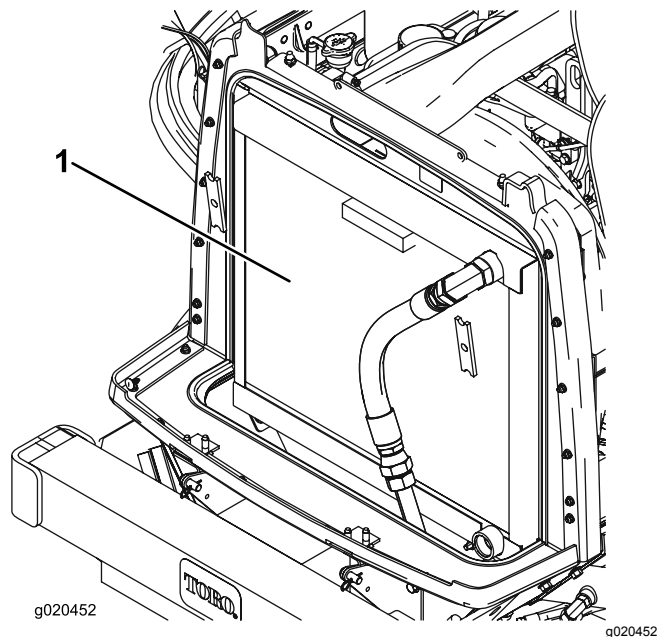

Figure 72
3. Nettoyez soigneusement les deux côtés du radiateur/refroidisseur à l'air comprimé (Figure 72).